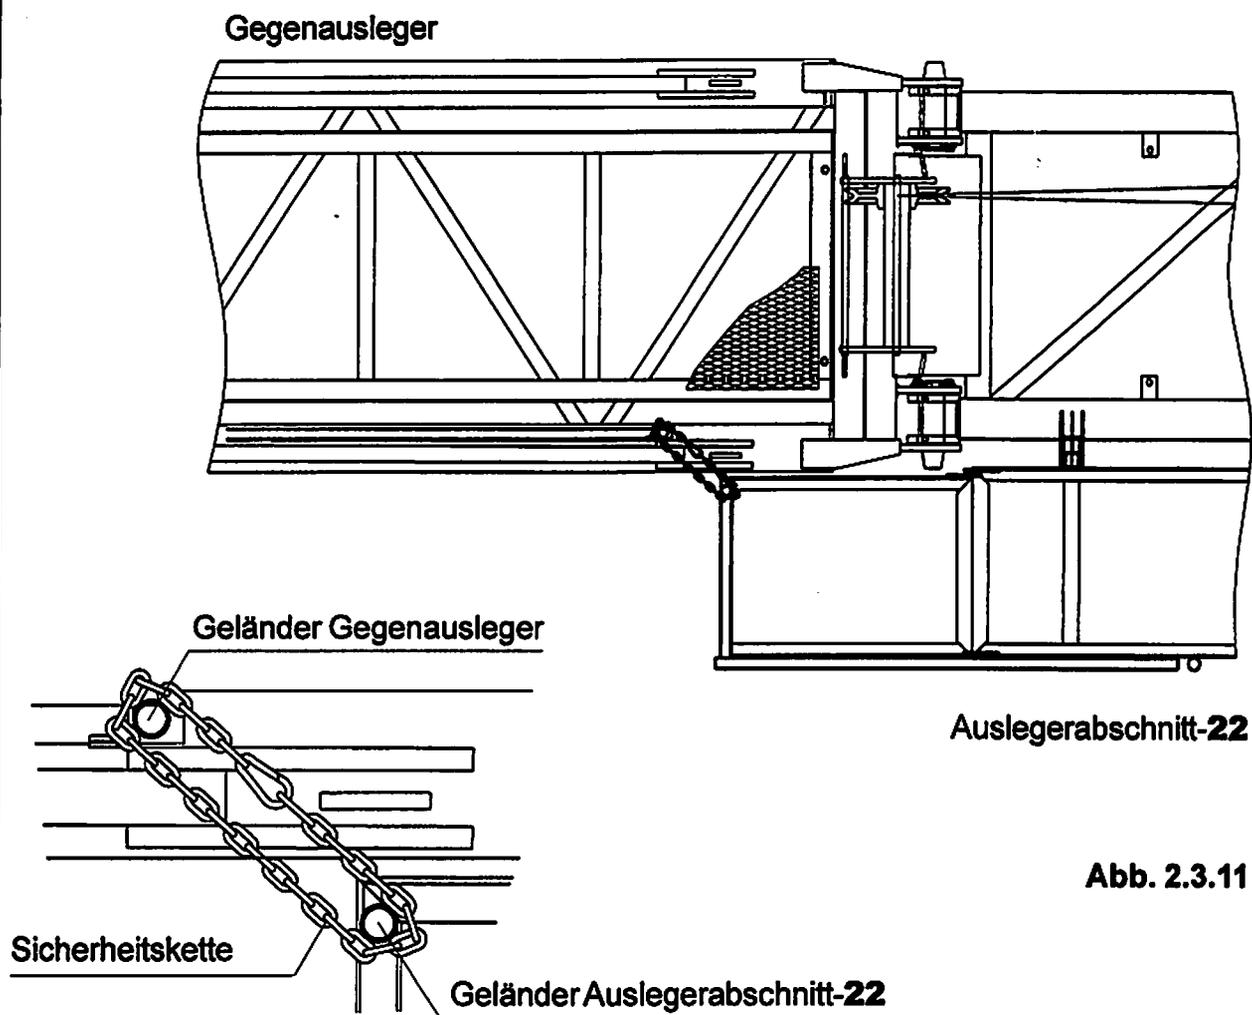

Abb. 2.3.11
- 7) Schließlich die spezielle Sicherheitskette zwischen dem Geländer des Auslegerabschnittes-22 und dem Gegenauslegergeländer durch Verbindung der beiden Federschlösser montieren (Abb. 2.3.11).